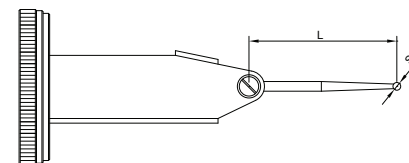

fig.6
4. Ogni tipo di comparatore a quadrante ha una lunghezza specifica degli stili (L, fig. 6). Se la lunghezza non è corretta, si verificherà un errore di misurazione. Si prega di fare riferimento alla tabella seguente per scegliere gli stili corretti.